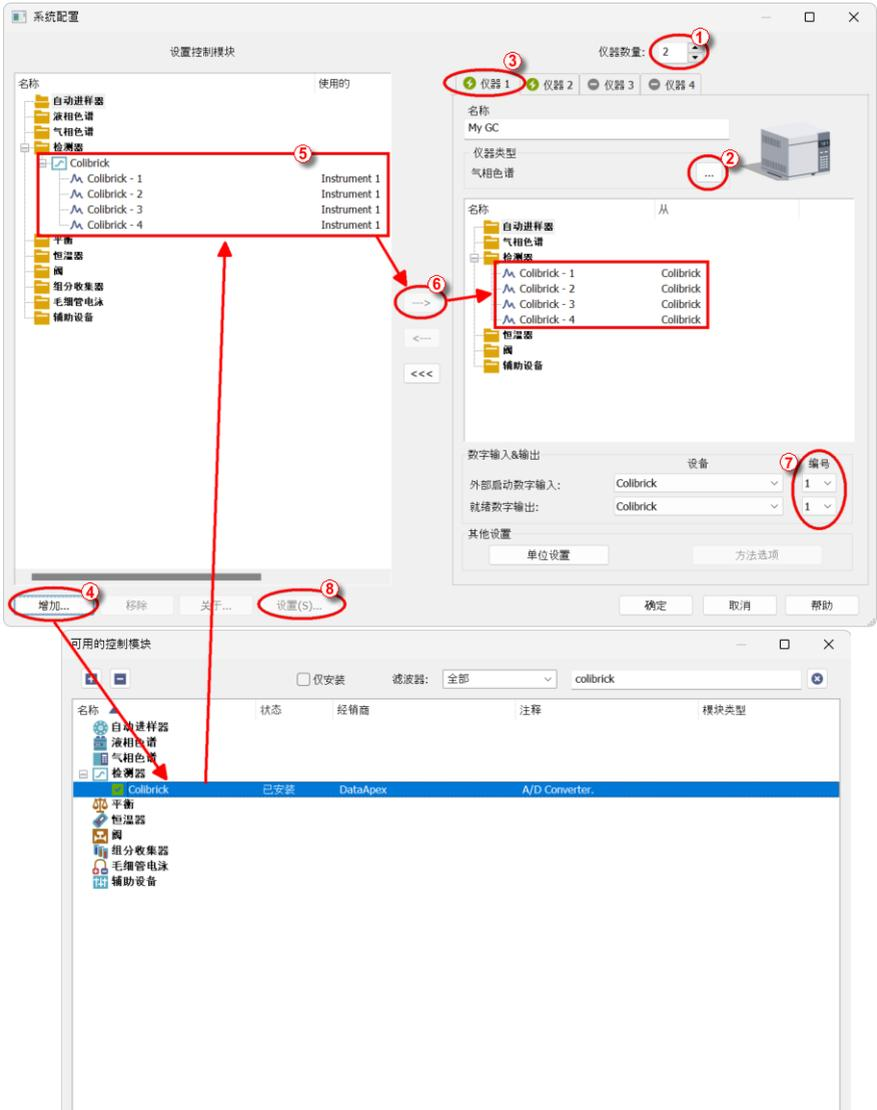

图6: 系统配置对话框
- 使用**系统-配置...**命令或通过图标打开**系统配置**对话框。查看第**9**页第**图6**。